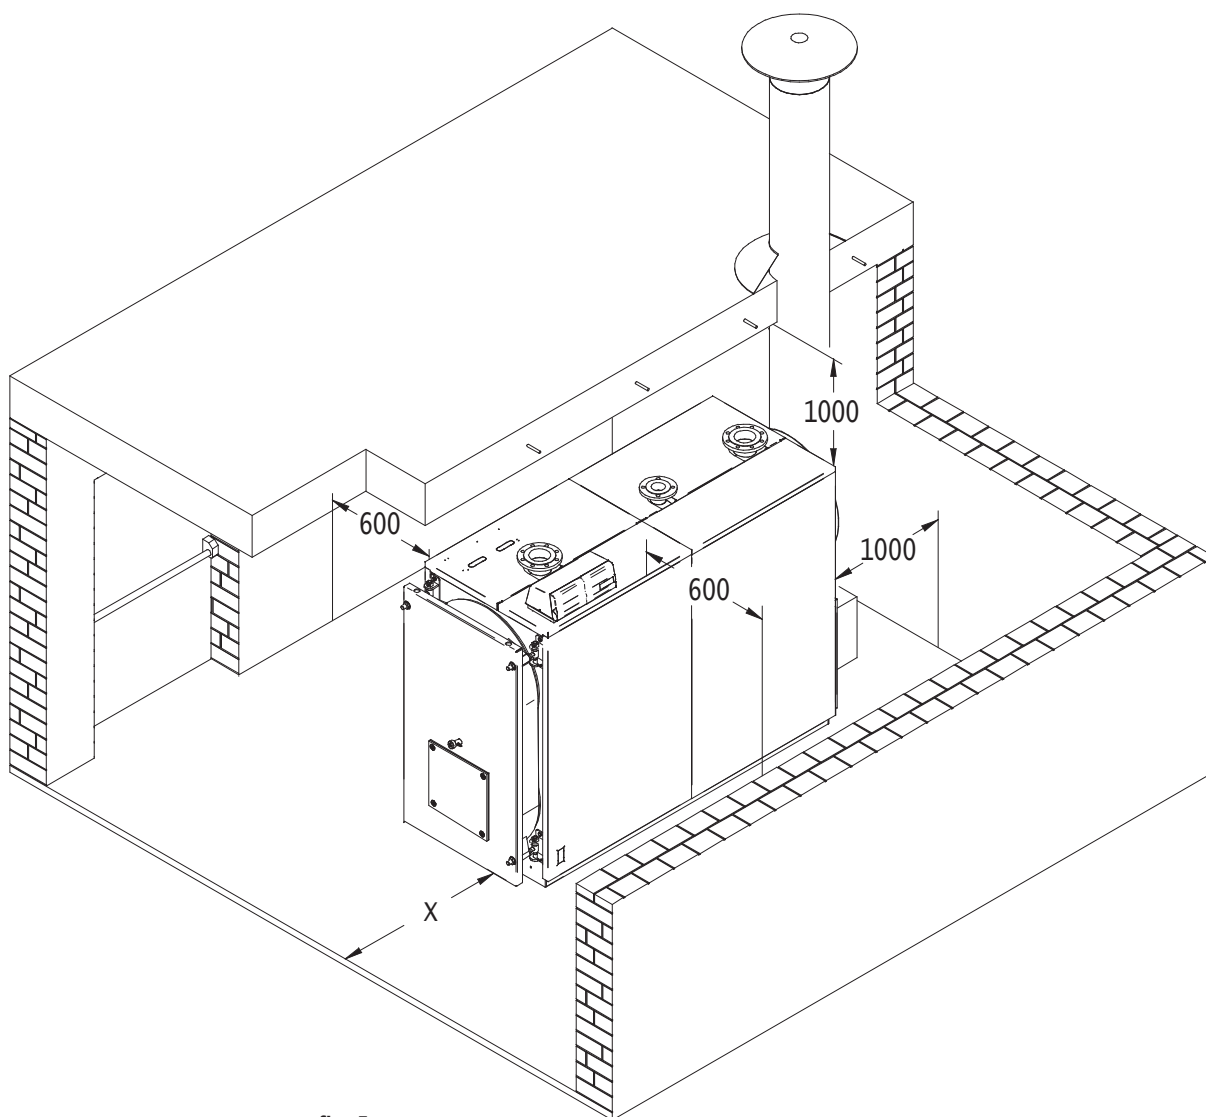

fig. 5
5.3 Locale di installazione (Fig. 5)